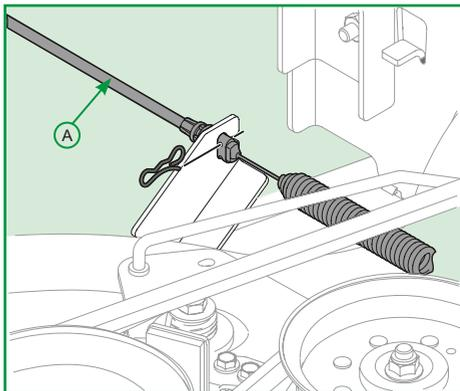

Figura 24
- Cuidadosamente, remova o cabo do PTO (A) do suporte que está localizado na traseira da plataforma de corte, removendo o grampo de segurança. Remova a mola do suporte da plataforma de corte, conforme Figura 24;
6. Cuidadosamente, fixe o cabo do PTO no suporte que está localizado na traseira da plataforma de corte com o grampo de segurança e fixe a mola no suporte da plataforma de corte conforme a Figura 24;